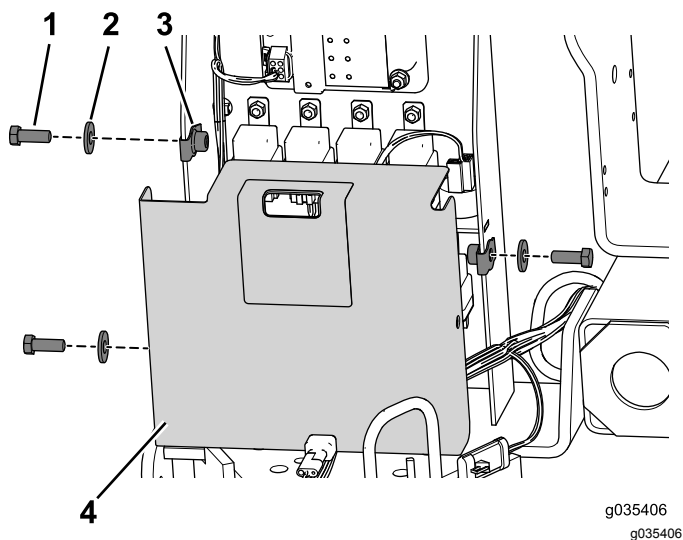

Bild 1
1. Entfernen Sie die Befestigungen, mit denen die Abdeckung des Fachs befestigt ist, und legen es zur Seite (Bild 1).